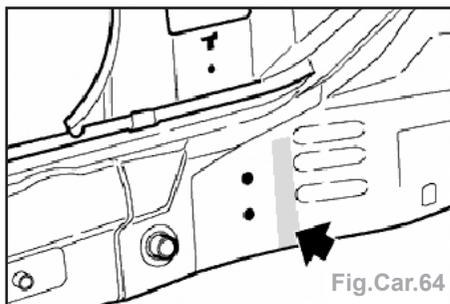

Fig.Car.64
- Vue de la surface de collage longeron intérieur / pied milieu (Fig.Car.64).